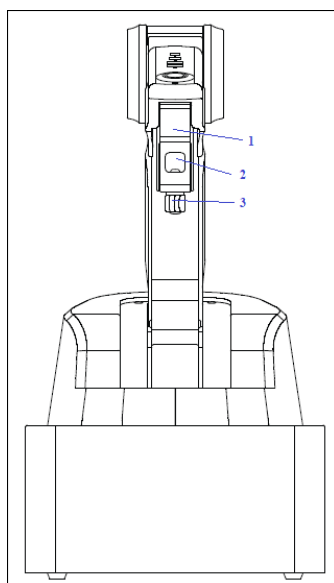

Рисунок 16 – Манипулятор (вид спереди), где 1 – блок инструмента; 2 – гнездо фиксатора блока инструмента; 3 – прижимной винт
Перед началом работы модуль захвата пишущих инструментов закрепляется на блоке инструмента – держатель захвата пишущих инструментов устанавливается в гнездо фиксатора блока инструмента и закрепляется прижимным винтом (Рисунок 16).
- Поворотный модуль инструмента установите в гнездо фиксатора блока инструмента и закрепите прижимным винтом (Рисунок 16) (см. раздел 1.2.1).